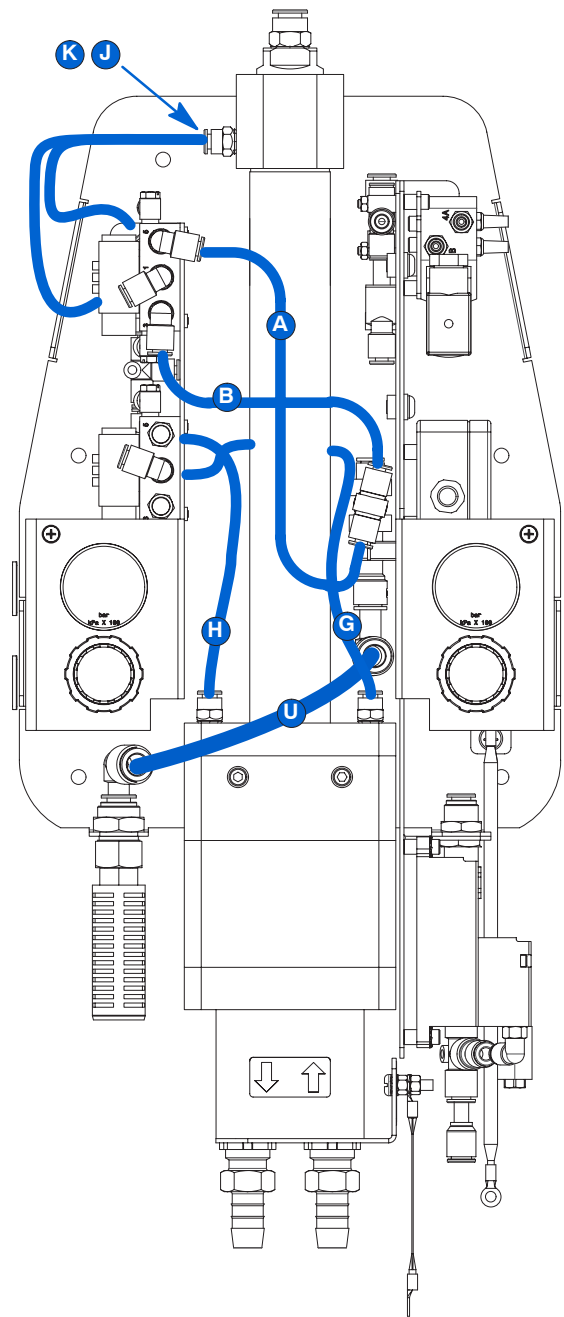
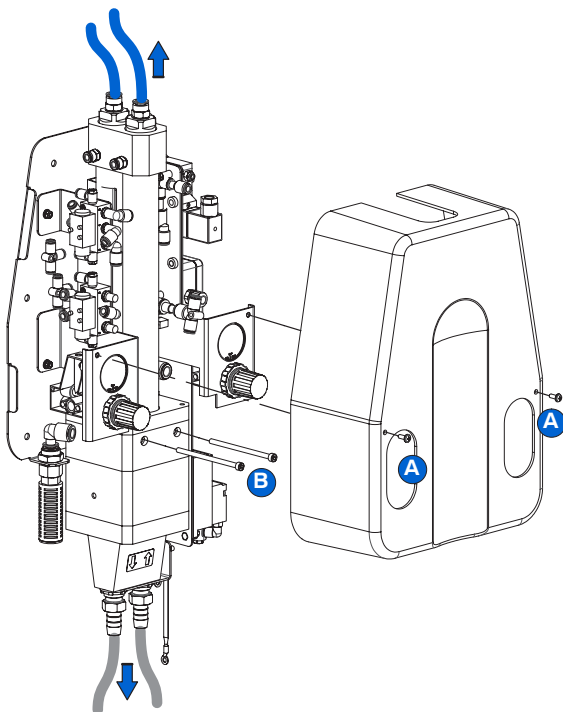

Figure 12 Desconexión de los tubos de aire
Figure 11 Extracción del conjunto de la bomba
1. Ver la Figure 11. Desconectar las líneas de aire de purga desde la parte superior de la bomba.
3. Retirar los dos tornillos (A) y la cubierta de la bomba.
4. Ver la Figure 12. Desconectar un extremo de cada uno de los siete tubos de aire indicados.
5. Ver la Figure 11. Retirar los dos tornillos (B) que sujetan el conjunto de la bomba a la base. Retirar el conjunto de la bomba y colocarlo en una superficie de trabajo limpia.